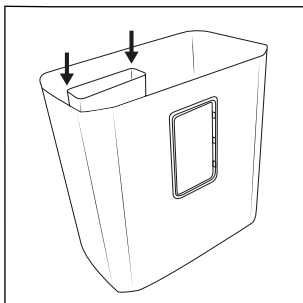

Fig. 1
- ◆ Montare il contenitore di raccolta piccolo **10** nel contenitore di raccolta grande **12**. Per farlo, spingere il contenitore di raccolta piccolo **10** verso il basso lungo i binari di guida del contenitore di raccolta grande **12**, finché non s'innesta completamente (vedere fig. 1).